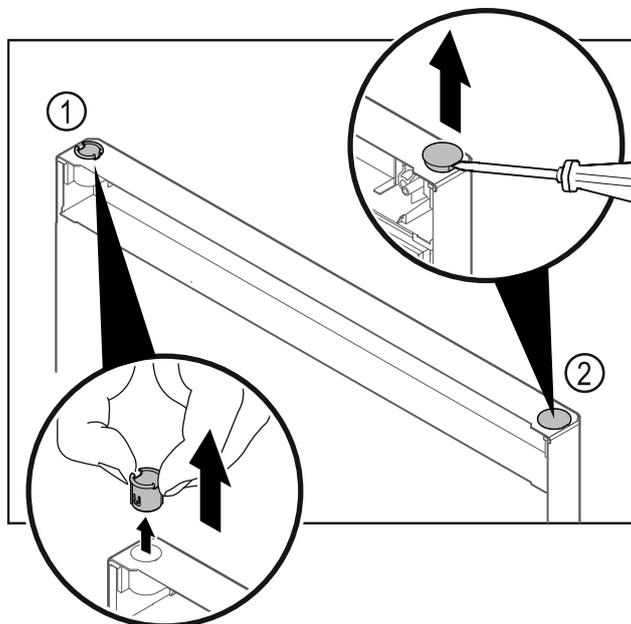

Fig. 24
- ▶ Extrageți bucsa balamalei Fig. 24 (1) cu degetele.
- ▶ Ridicați dopul de acoperire Fig. 24 (2) cu precauție cu o șurubelniță dreaptă și extrageți-l.